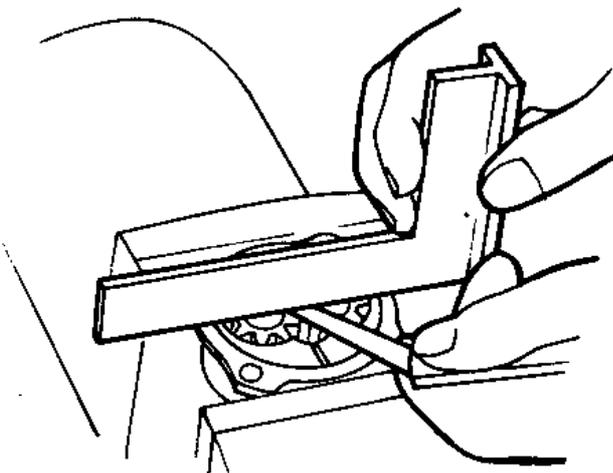

Bild 32
2. Die Zahnräder auf Verschleiß kontrollieren. Das Flankenspiel sollte zwischen 0,03 und 0,08 mm liegen. Das Axialspiel der Zahnräder darf einen Wert von 0,06 bis 0,18 mm nicht überschreiten. Das Spiel kann gemessen werden, wie es in Bild 32 gezeigt wird. Die Verschleißgrenze liegt bei 0,20 mm.